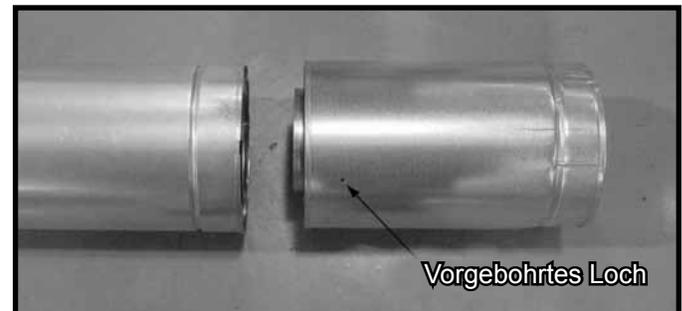

Abbildung 38 Vorgebohrte Löcher im Gleitelement
- Schieben Sie den inneren Gaszug des Gleitelements in den inneren Gaszug des Rohrsegments und den äußeren Gaszug des Gleitelements in den äußeren Gaszug des Rohrsegments. Siehe Abbildung 38.